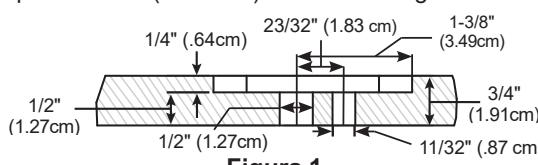

Figura 1
- 7.7. Usando una rebajadora, guía de línea recta, y una broca de rebajadora de 1" (2.54 cm.), realice un avellanado de una profundidad de 1/4" (.64 cm.) en el panel de 3/4" (1.91 cm.). Consulte la figura 1.